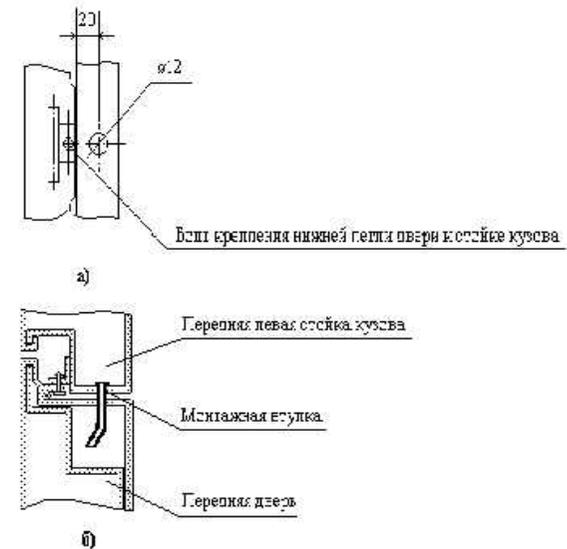

Рис.1.
4.5. Просверлить соосные отверстия в торце двери и передней стойке под установку монтажной втулки (не комплектуется), см. Рис. 1.